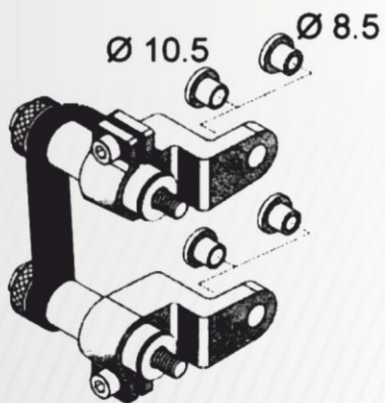

Рисунок 14
2. Определите какие вставки для крепежного адаптера использовать в зависимости от диаметра (см. рис.14): М8 – используйте вставки $\varnothing 8,5$ в кронштейн крепежного адаптера. М9-М10 – используйте вставки $\varnothing 10,5$ в кронштейн крепежного адаптера. М12-М14 – не используйте вставки